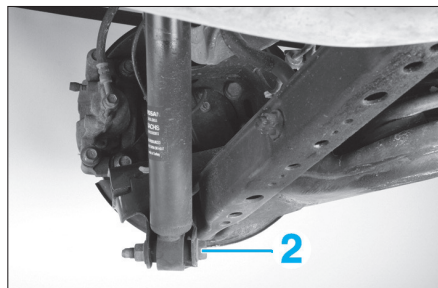

Fig. 19
- la fixation inférieure (2) (Fig.19),